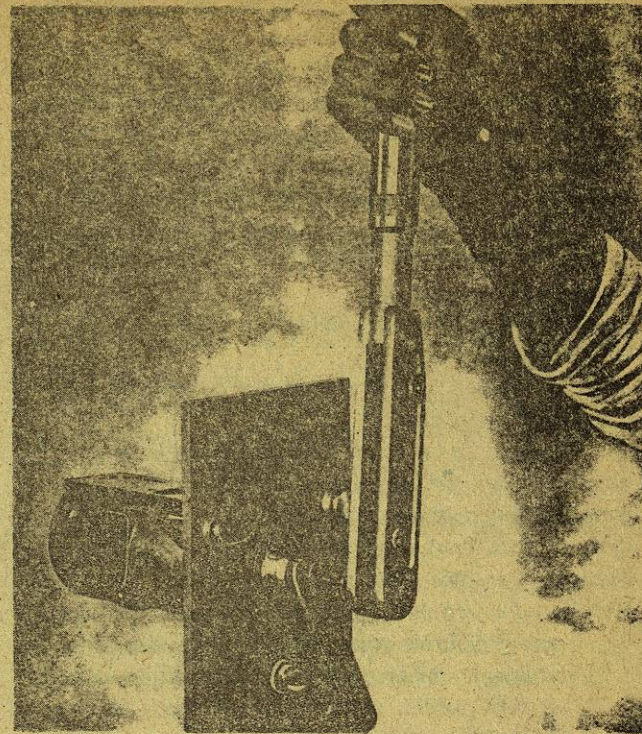

Fig. 33 Apriete o afloje del tornillo de sujeción del buje de transmisión
1. Quite el tornillo de sujeción del buje de transmisión (Fig. 33) utilizando las herramientas 7144/773 y 7144/261. Quite la arandela de resorte y la arandela de apoyo.
- 11 Sujete el buje de transmisión con la herramienta 7144/773 y utilizando el adaptador 7144/261 y una llave de torsión standard, apriete el tornillo de sujeción del buje al valor de torsión correspondiente. (Fig. 33).